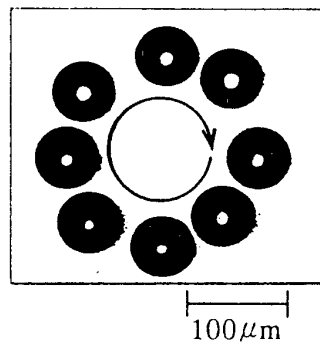
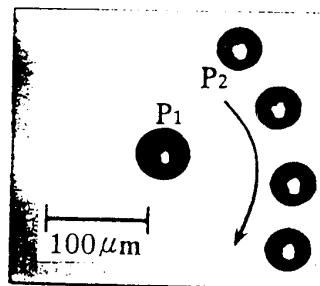

図2 円形の図形パターンに沿って移送した例
図3 2個の微粒子 (P1, P2) のうち、
1. 漏洩波トランスジューサと視覚制御技術を用いたマニピュレータを試作し、微小球の移送や捕捉を行った。そして、直径がおよそ $50\mu\text{m}$ の $\text{SiO}_2$ ガラス球及びポリスチレン球を、図2のように任意の図形や文字パターンに沿って二次元移送させることや、図3のように複数個の微粒子のうちから特定の微粒子を一点に捕捉させることにも成功した。